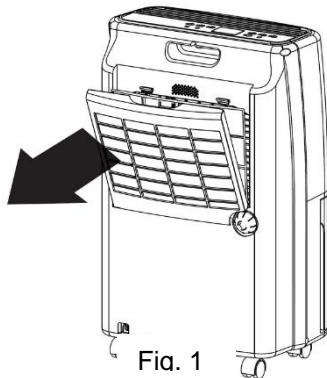

Fig. 1
- Pak het luchtfilter vast aan de bovenrand en trek het naar je toe om het luchtfilter uit de houder te halen. (Zie Fig. 1)